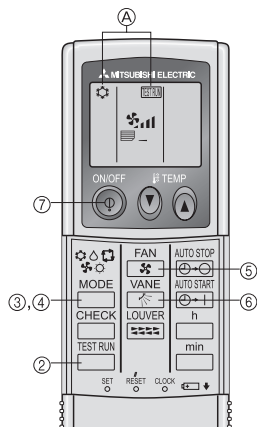

Fig. 6-2
6.2.2. Verwendung der drahtlosen Fernbedienung (Fig. 6-2)
- ① Mindestens 12 Stunden vor dem Testlauf den Netzstrom einschalten.
- ② Die [TEST RUN]-Taste zweimal kurz nacheinander drücken. (Nehmen Sie diesen Schritt vor, wenn das Fernbedienungsdisplay gestoppt ist.)